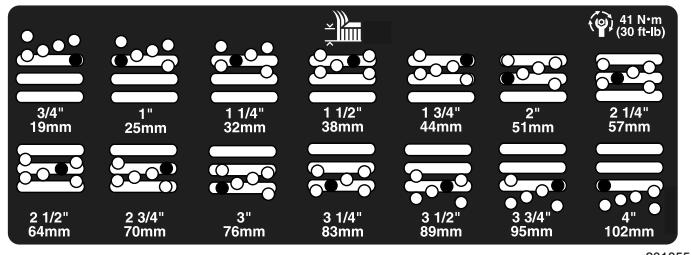

Figure 22
- Placez la chambre à la hauteur de coupe voulue et mettez l'entretoise dans le trou et la fente correspondants à la hauteur de coupe désignée (Figure 22).